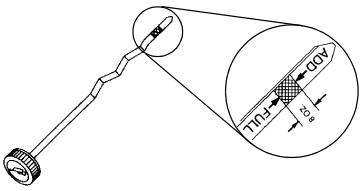

FIGURA 22
- Riempiere il motore dell'olio (vedere FIGURA 22):**